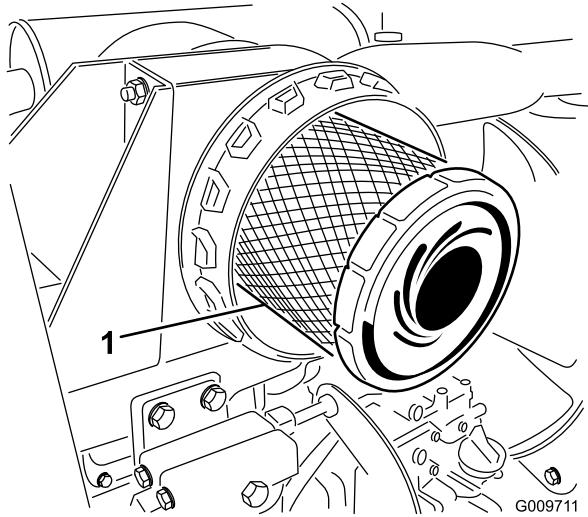

Figure 29
3. Déposez et remplacez l'élément principal (Figure 29). Il est déconseillé de nettoyer les éléments usagés car cela risque d'endommager le matériau du filtre. Vérifiez que le filtre de rechange n'a pas été endommagé pendant le transport. Vérifiez l'extrémité d'étanchéité du filtre et du corps. **N'utilisez pas l'élément s'il est endommagé.** Insérez le nouveau filtre en appuyant sur le bord extérieur de l'élément pour l'engager dans la cartouche. **N'appuyez pas sur la partie centrale flexible du filtre.**